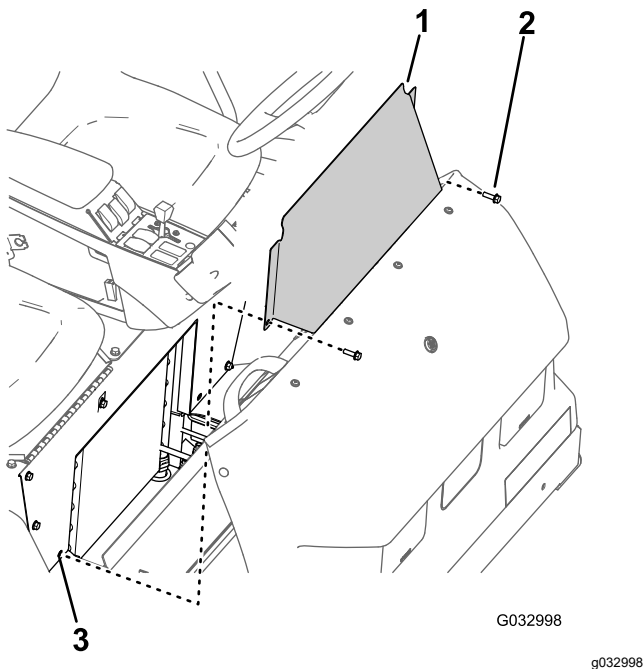

图 64
1. 拆下将座椅底座检修门固定至座椅底座的 2 个凸缘头螺栓图 64。
2. 从机器上卸下座椅底座检修门图 64。
1. 将座椅底座检修门上的孔与座椅底座上的孔对齐图 64。
2. 使用卸下座椅底座检修门 (页码 46)的步骤 1 中拆下的 2 个凸缘头螺栓图 64将座椅底座检修门组装到座椅底座上。